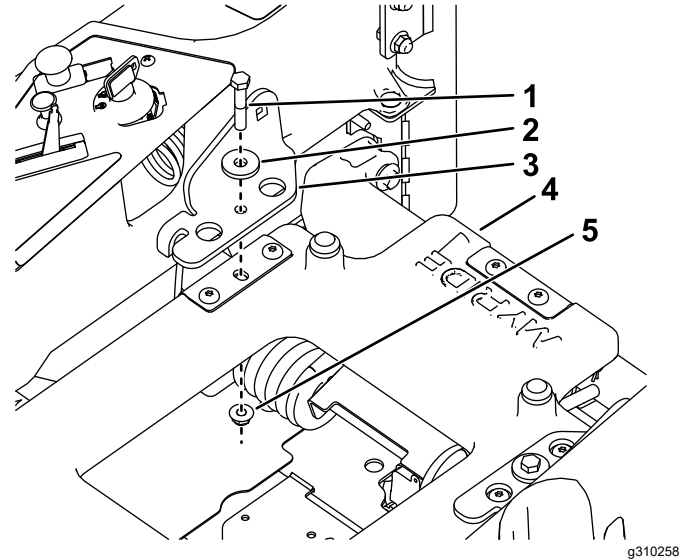

Bild 7
1. Befestigen Sie die Sicherheitsgurthalterungen mit zwei Teilgewindeschrauben ($\frac{3}{8}$ " x 2"), zwei kleinen Unterlegscheiben und zwei Sicherungsmuttern ($\frac{3}{8}$ " an der Sitzplattform, wie in **Bild 7** dargestellt.